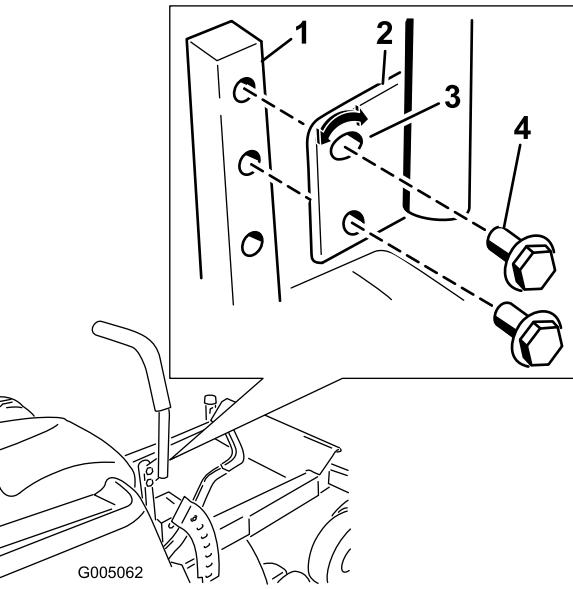

Figura 16
1. Togliete i due bulloni che fissano la leva di comando all'albero del braccio di controllo (Figura 16).
2. Spostate la leva di comando nella serie di fori successiva. Fissate la leva con i due bulloni (Figura 16)
2. Allentate il bullone inferiore appena a sufficienza per ruotare la leva di controllo in avanti o all'indietro (Figura 16). Serrate entrambi i bulloni per fissare il controllo nella nuova posizione.